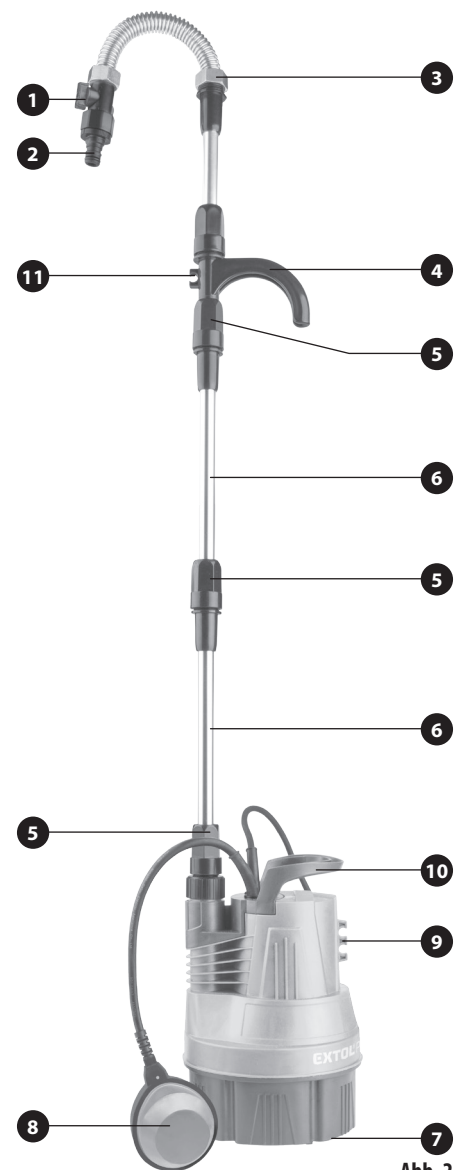
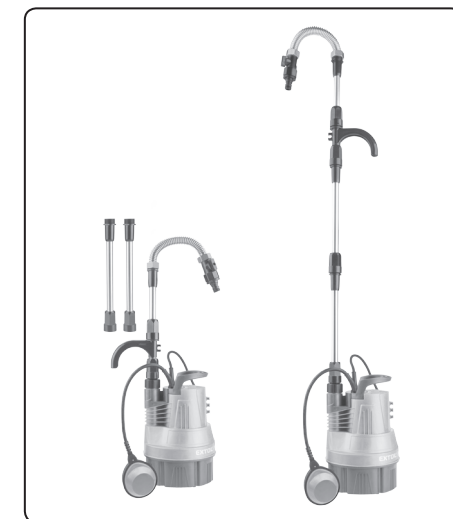

Abb. 2
Abb. 3
- Stellen Sie die Höhe des Wasserauslasses zum Anschließen des Schlauchs an die Pumpe entsprechend der Höhe des Wasserbehälters ein, indem Sie ein oder zwei Rohrzwischenelemente gemäß Abb. 3 installieren, damit die Pumpe mit einem Haken am Rand des Wasserbehälters aufgehängt werden kann (Abb. 2, Position 4).